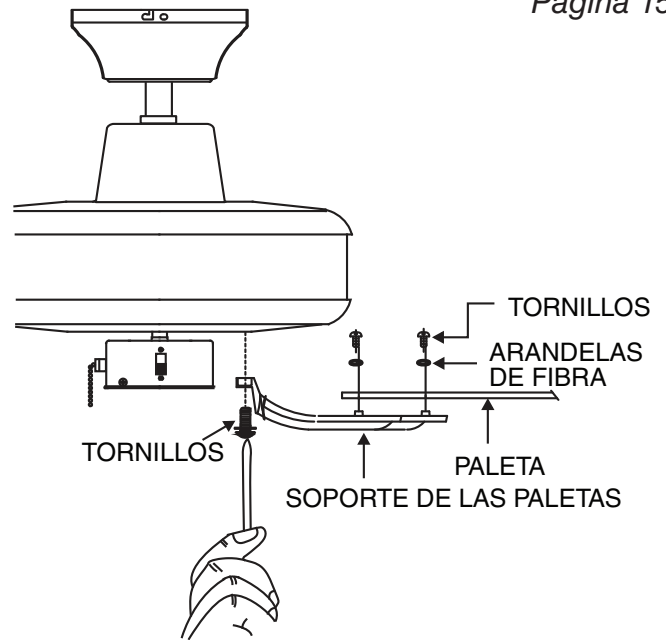

FIGURA 12
1. Sujete la paleta al soporte de la paleta con los tornillos y las arandelas de fibra, tal como se muestra en la figura 12. Comience a atornillar el soporte. Repita la operación con los dos tornillos restantes.